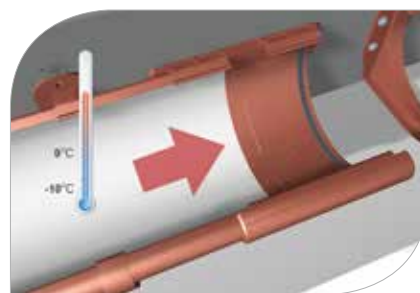

рис. 6
- 1.11 Чтобы обеспечить возможность термического расширения в соединителях и углах, конец желоба необходимо установить в соответствии со специальными вспомогательными монтажными линиями (**рис. 6**)